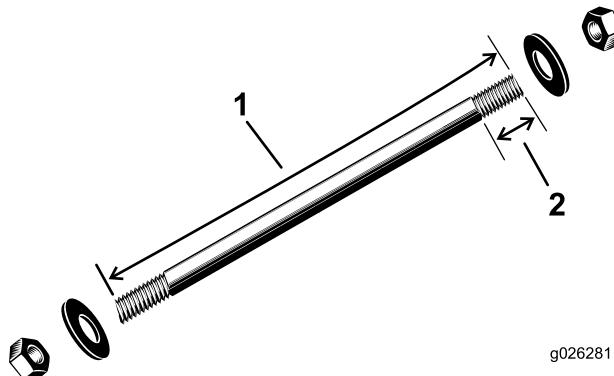
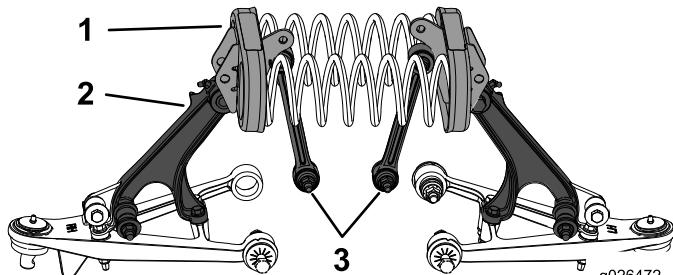

Figure 17
Figure 18
- Utilisez un outil pour ressort de compression comme spécifié à la Figure 17, et insérez la tige du ressort de compression dans les trous de chaque support de ressort (Figure 18).